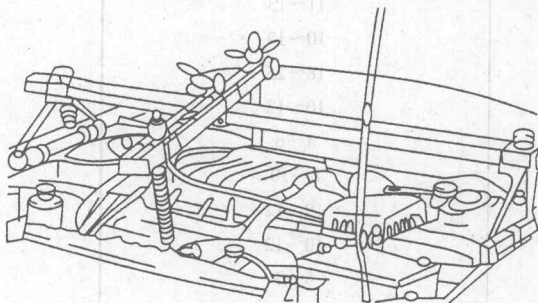
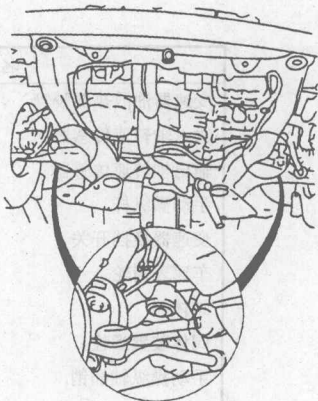

图 1.14 固定发动机
图 1.15 拆下 U 形连接器螺栓
⑧ 用发动机支架固定发动机，如图 1.14 所示。
⑨ 举升汽车，拆下前排气管，在副车架底部放置千斤顶。拆下稳定杆，转向横拉杆球头、下臂球节和半轴。
⑩ 拆下变速器 U 形连接器螺栓，回油管固定螺栓。如图 1.15 所示。